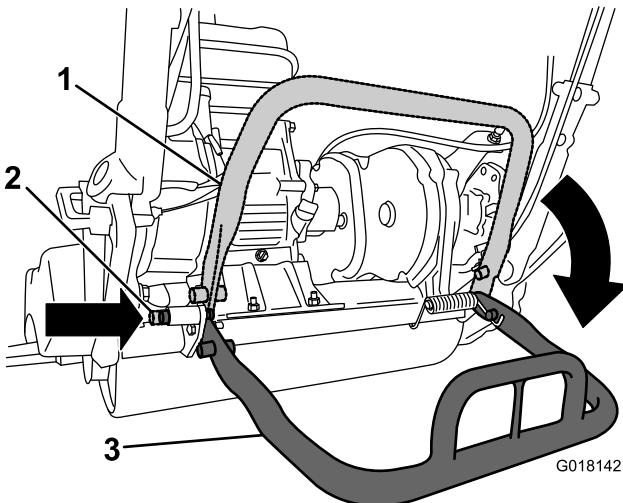

Figure 3
2. Abaisser la bêquille et appuyez sur la goupille de verrouillage pour bloquer la bêquille en position d'entretien (Figure 3). Laissez appuyer la machine sur la goupille de verrouillage.